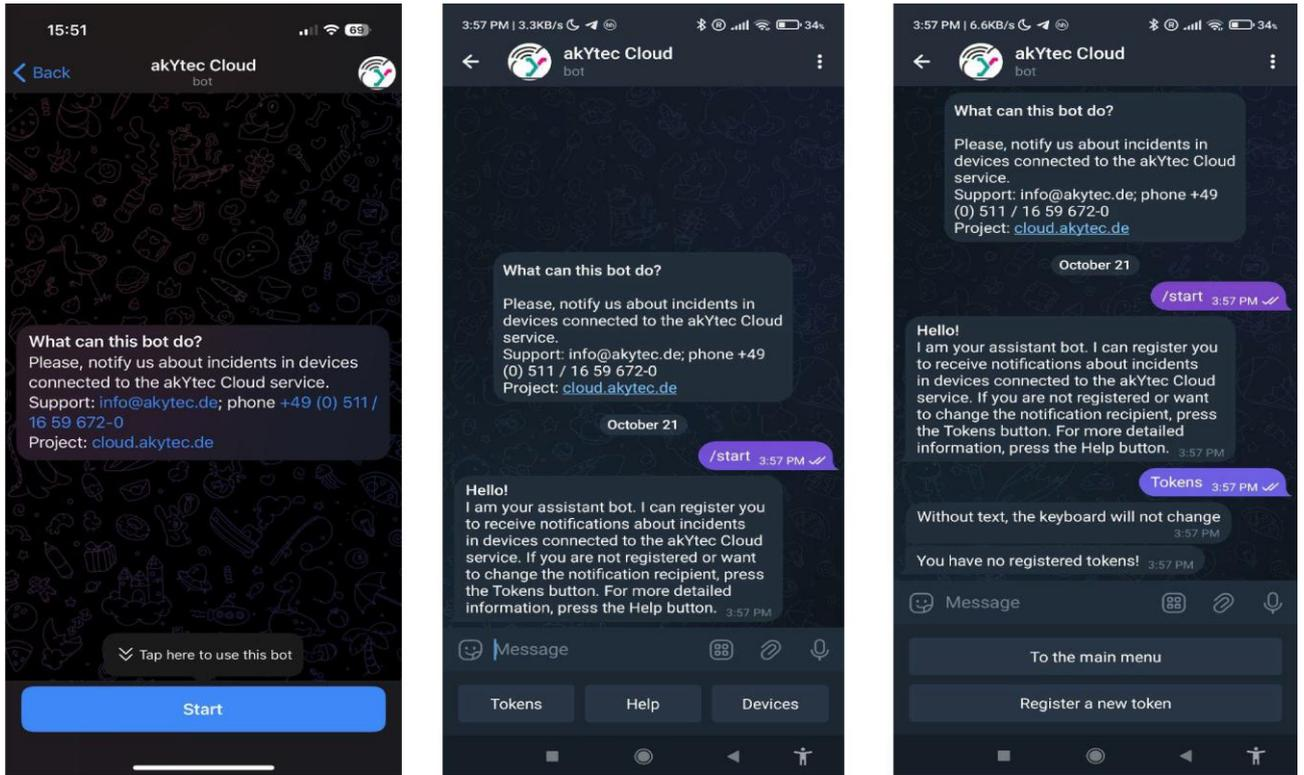

Abb. 8.20
6. Öffnen Sie akYtec Cloud in Telegram, klicken sie auf **Start**, dann auf **Tokens** und dann auf **Register a new token** (Ein neues Token registrieren) (Abb. 8.20).